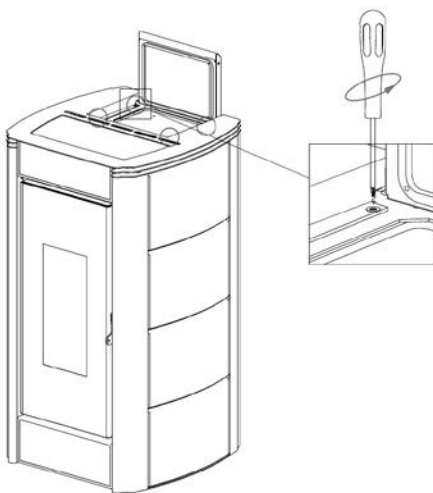

Fig. 33 - Entfernen der Schrauben
- Abdeckung entfernen: Die 4 oberen Schrauben herausrauben (siehe **Fig. 33**).